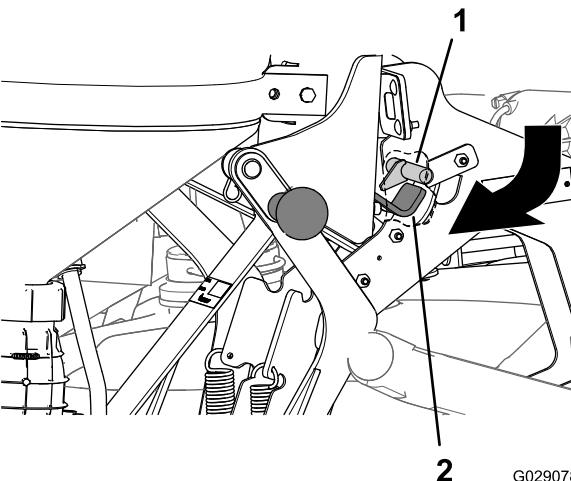

Рисунок 34
3. Потяните рукоятку эдуктора наружу и вниз, чтобы крюк защелки на внутренней стороне опорной пластины отсоединился от штока защелки основной опорной рамы в сборе (Рисунок 34).
- Нажмите на рукоятки в верхней части люльки так, чтобы часть защелки с крюком была выведена за шток защелки основной опорной рамы (Рисунок 34).